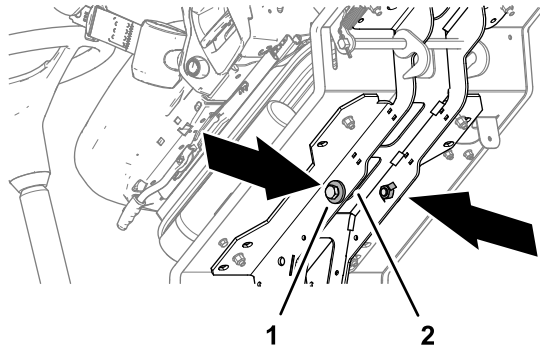

Figure 39
6. Rangez les 2 boulons (12 x 40 mm) et les 2 rondelles (12 mm) dans les longerons de support de la plate-forme (Figure 39).